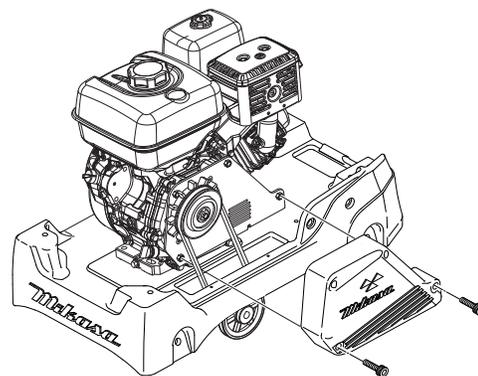

**Figura 6. Comprobación de combustible**
1. Inspeccione visualmente (Figura 6) para ver si el nivel de combustible es bajo. Si el nivel de combustible es bajo, rellene de combustible sin plomo.